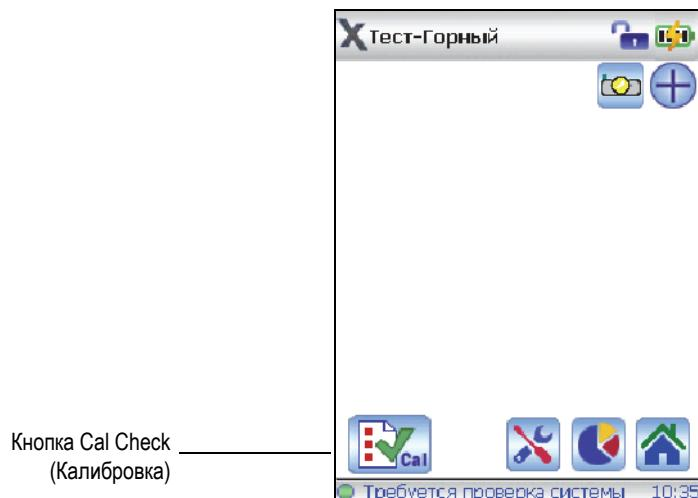

Рис. 6-3 Сообщение о необходимости калибровки
6. Перейдите на страницу **Настройки теста** и коснитесь кнопки Cal Check (см. Рис. 6-3 на стр. 16).